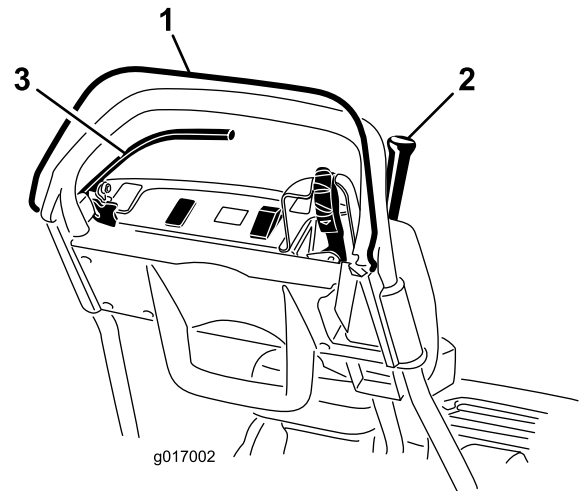

図 28
3. OPC を解除した状態で、走行レバーを入れる 図 28。レバーが入らなければ正常。走行レバーが入るのはインタロックシステムの異常であるから修理する。必ず修理してから使用すること。 走行インタロックスイッチの整備 \(ページ 30\) を参照。
4. OPC を押し、走行レバーを入れた状態から OPC を解除する 図 28。走行レバーが外れれば正常。走行レバーが外れないのはインタロックシステムの異常であるから修理する。必ず修理してから使用すること。 走行インタロックスイッチの整備 \(ページ 30\) または (ページ) を参照。
5. OPC を押し、シフトレバーを左に入れて走行とリール回転を開始し、OPC を解除する 図 28。走行レバーが外れれば正常。走行レバー
6. OPC を押し、シフトレバーを左に入れて走行とリール回転を開始し、その状態からシフトレバーを右に操作してリール回転を解除する図28。リール駆動が解除されれば正常。走行レバーが外れないのはインタロックシステムの異常であるから修理する。必ず修理してから使用すること。リールコントロールの調整(ページ34)を参照。
2. OPC を押し、走行レバーを入れた状態とし、エンジンコントロールを始動位置にする図28。エンジンの始動を試みる。始動できなければ正常。エンジンが掛かるのはスイッチの異常であるから修理する。必ず修理してから使用すること。走行インタロックスイッチの整備(ページ30)を参照。
2. 走行レバーを解除した状態とし、常用ブレーキを掛けた状態とし、エンジンコントロールを始動位置にする図28。エンジンの始動を試みる。エンジンが始動すれば正常。エンジンが掛からないのはスイッチの異常であるから修理する。必ず修理してから使用すること。ブレーキインタロックスイッチの整備(ページ31)を参照。
3. エンジンを始動させ、常用ブレーキ駐車ブレーキではなくを掛け、OPC を押した状態から走行レバーを入れる図28。機体が走行しようとするが、エンジンは停止しない。エンジンが停止するのはスイッチの異常であるから直ちに修理する。必ず修理してから使用すること。ブレーキインタロックスイッチの整備(ページ31)を参照。
4. エンジンを始動させ、駐車ブレーキラッチを掛け、OPC を押した状態から走行レバーを入れる図28。エンジンが停止すれば正常。エンジンが停止しないのはスイッチの異常であるから修理する。必ず修理してから使用すること。ブレーキインタロックスイッチの整備(ページ31)を参照。